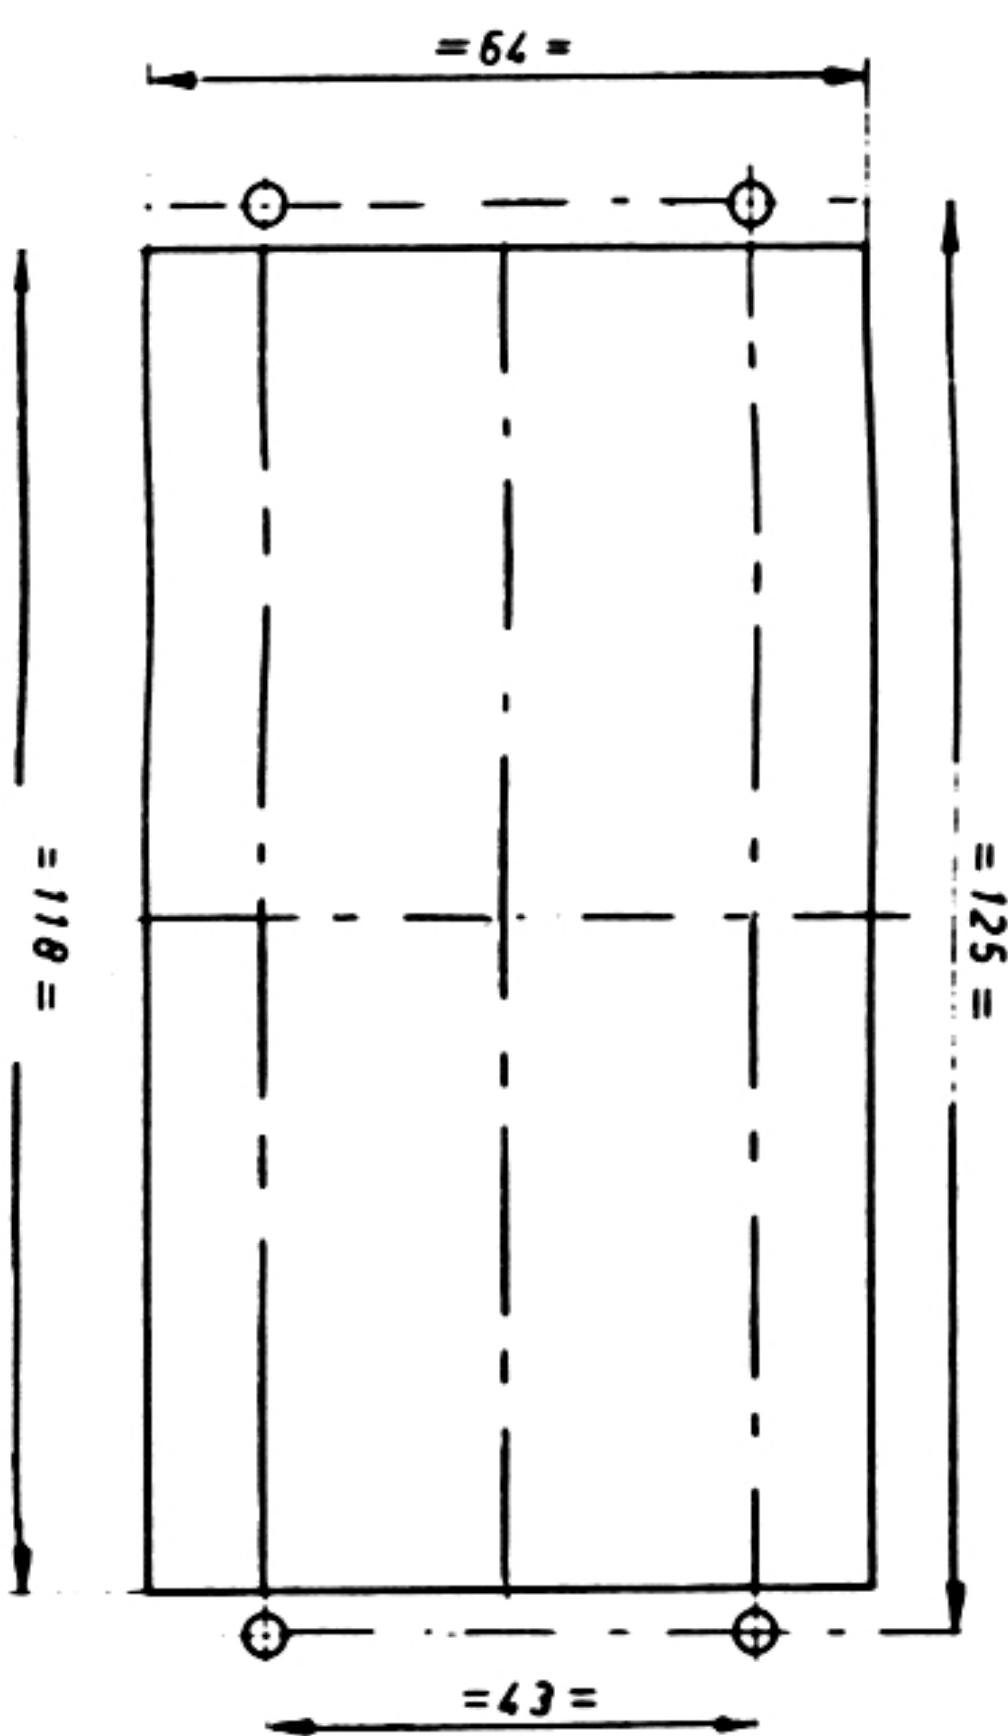

Abb. 14
**Einbau.** Soll nicht das Mischpultgehäuse EB 7301 verwendet werden, sondern der Einbau in ein Gehäuse nach eigener Wahl erfolgen, so sind die Maße in Abb. 14 zu beachten.